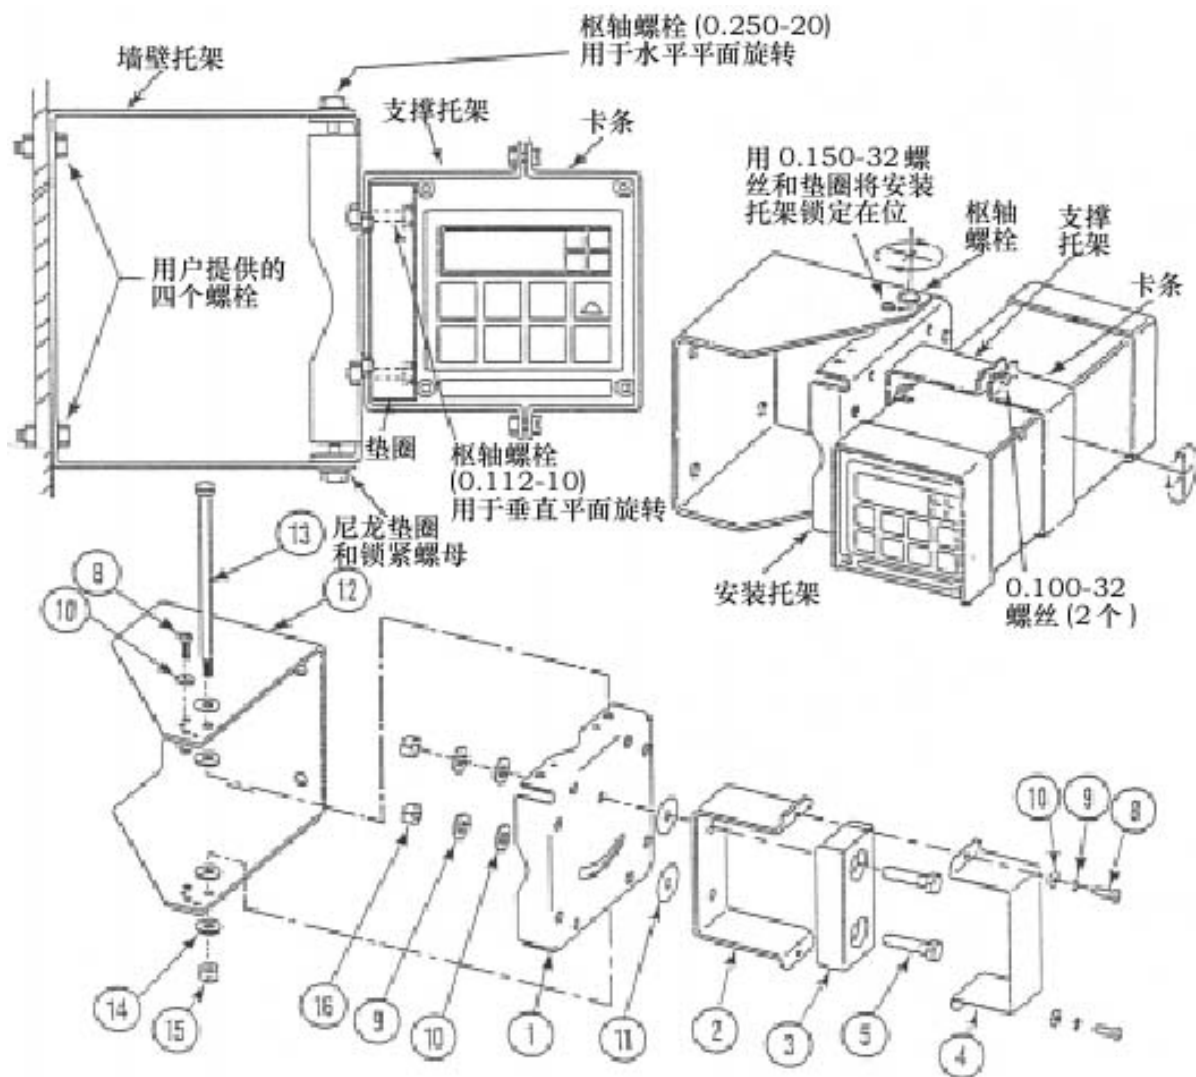

图7 现场外壳 -可移动安装
- 2、参见图 7，用墙壁托架（12）作模板在安装表面钻 4 个孔。注意墙壁托架中的孔径是 9.53 mm（0.375”）。